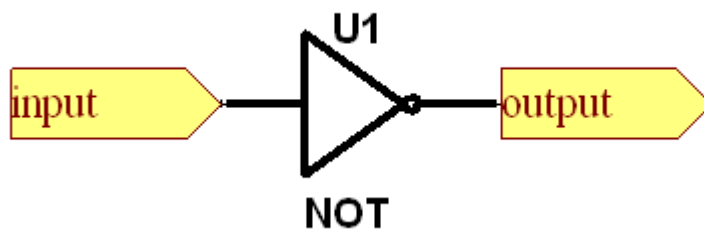

图 11-1：添加端口
3. 点击菜单栏中的“绘制->端口”，将两个端口分别和非门的输入端和输出端连接，放置时注意连接正确。如图 11-1 所示。注意，这里使用了端口锚点与器件管脚锚点直接连接的方法，读者也可以将端口放置在距离管脚一定距离的地方，然后使用网络完成连接。